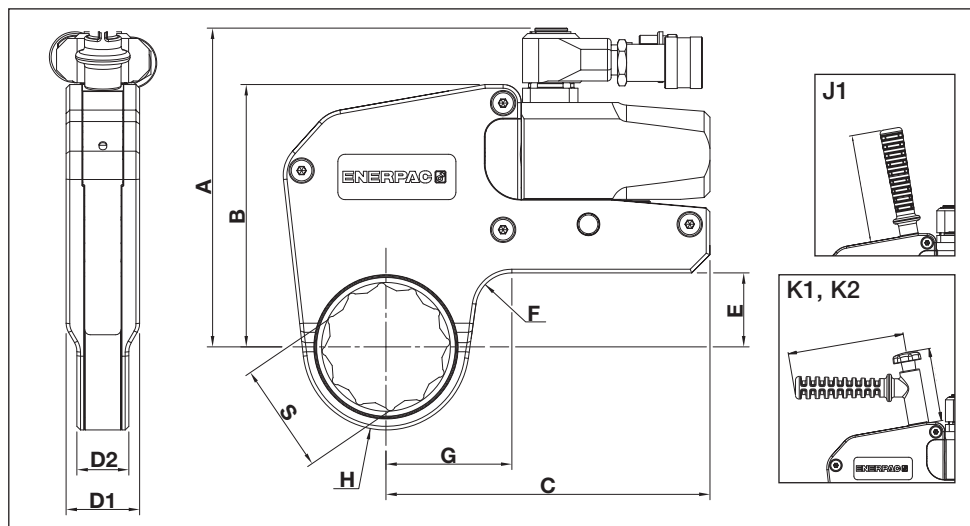

Fig. 22
6.1 Capacidades, dimensões e dados adicionais do produto (fig. 22)
6.2.1 Tabela do sistema métrico - cassetes das séries W2000SL e W4000SL UltraSlim (veja fig. 22 para pontos de dimensões S, H e G)
(veja fig. 22 para pontos de dimensões S, H e G)